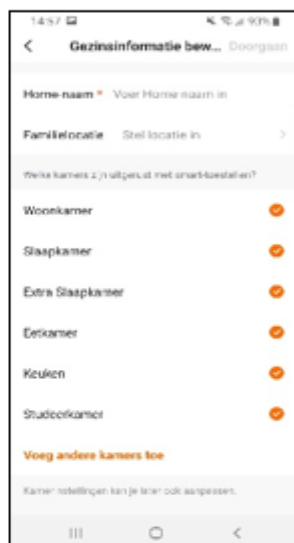

Fig. 3-2
-Geef je huis een naam door te klikken op Home-naam (Fig. 3-2).